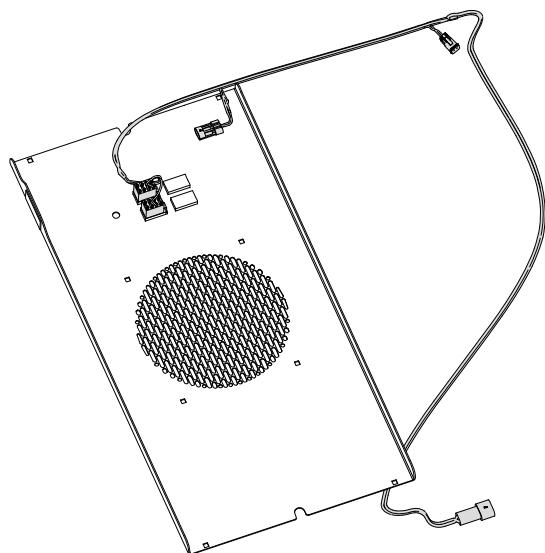

図 5
- 図 5に示すように、サンシェードワイヤーハーネスをスイッチパネルに合わせる。